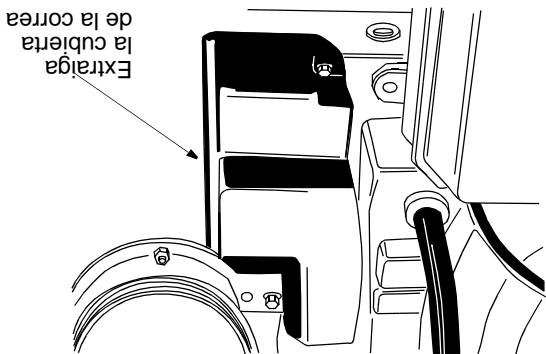

Figura 24
- Reemplace la cubierta plástica de la correa al frente del motor, extrayendo los dos tornillos autoroscantes. Vea al figura 24.
Desconecte el conjunto de la manija de la canalata extrayendo el broche de caballo y las dos arandelas planas. Vea la figura 24.